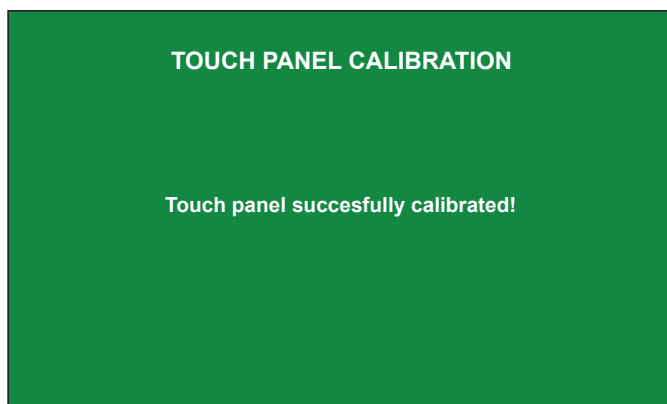

Figura 8-26
- 3.-se la calibrazione è avvenuta con successo comparirà la schermata di Figura 8-26 e qualche secondo dopo verrà caricata la pagina principale del display;